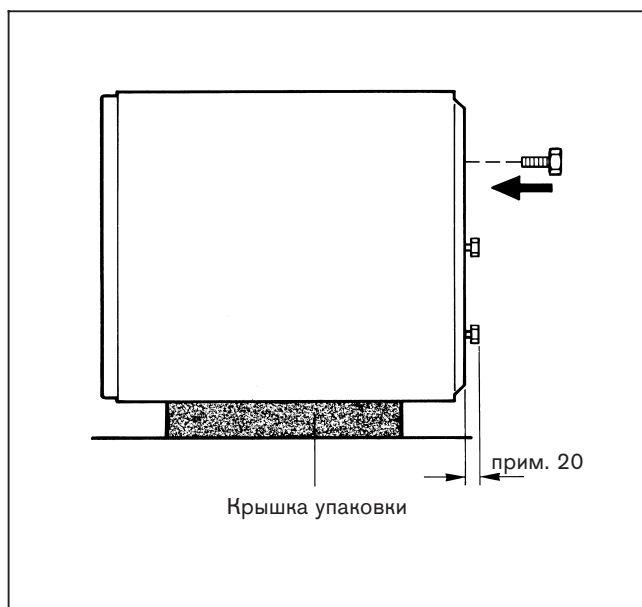

Рис. 3
- Снять крышку упаковки и положить на пол в виде подкладки (рис. 3).
- Положить бойлер, через кант паллеты, боком на крышку упаковки (рис. 3).
- Ввинтить 3 установочных болта в резервуар бойлера так, чтобы они выступали, примерно, на 20 мм (рис. 3).